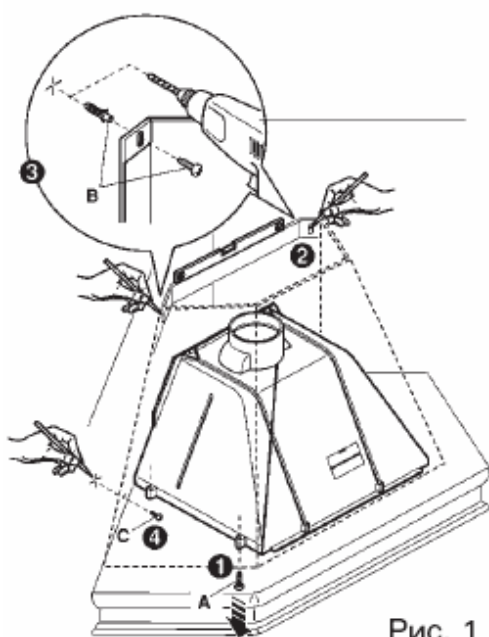

Рис. 1
- Перед тем, как устанавливать вытяжку, демонтируйте моторное устройство, выкрутив 4 болта **A**, которые поддерживают его внизу вытяжки (рис.1).
- Просверлите отверстия, вставьте два дюбеля диаметром 8 мм и закрепите вытяжку в необходимом положении с помощью двух болтов **B**, фиксируемых в двух продольных пазах на верхней задней панели (рис.1).
- Закрутите предохранительные болты **C** на нижних задних панелях (рис.1).